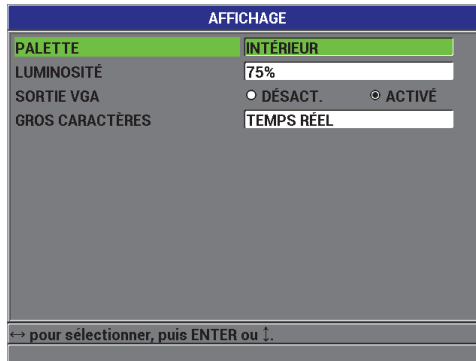

Figure 3-4 Écran AFFICHAGE
2. Dans l'écran **AFFICHAGE** (voir la Figure 3-4 à la page 65), configurez les paramètres suivants :